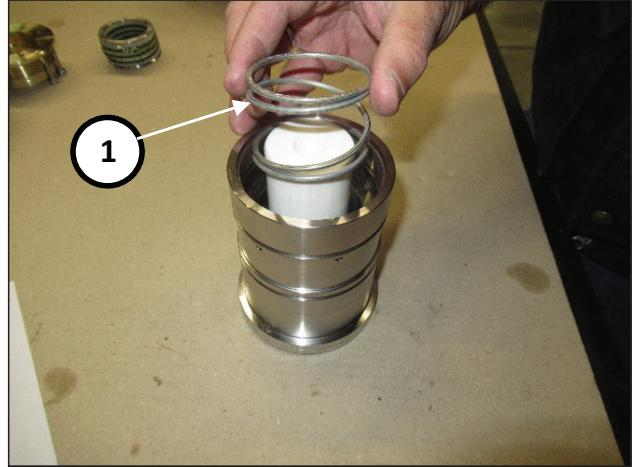

Fig. 176
Insérer le ressort dans la chemise (rep. ①, Fig. 176)